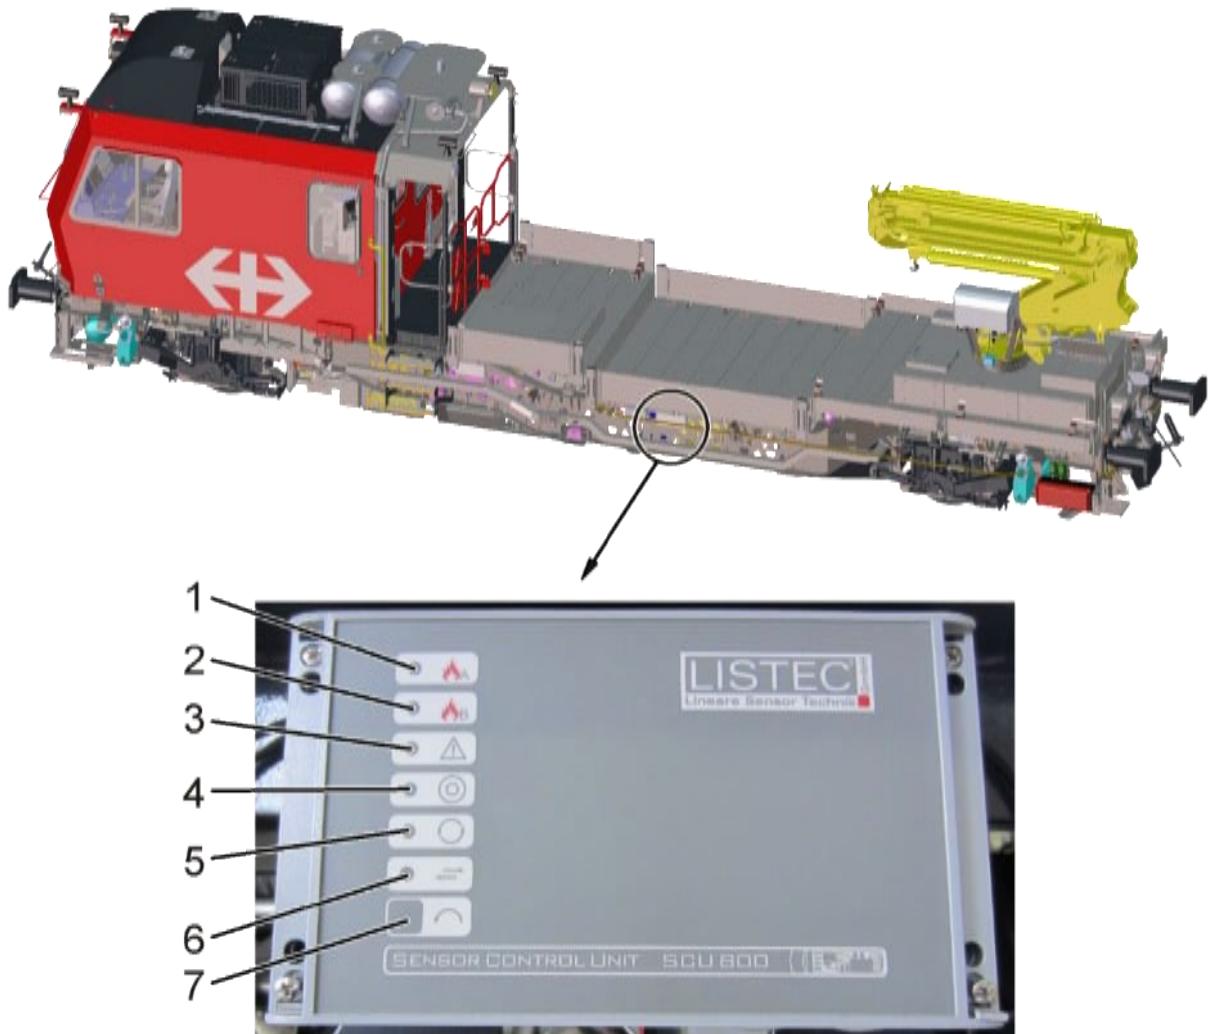

Abb. 109: Auswerteeinheit Brandmeldesystem
An der linken Fahrzeuglängsseite befindet sich die Auswerteeinheit des Brandmeldesystems. Zustand- sowie Alarmanzeige erfolgt durch LEDs an der Gerätefront, siehe Abb. 109. Unterhalb der LED Anzeigen befinden sich die Reset Taste (7).